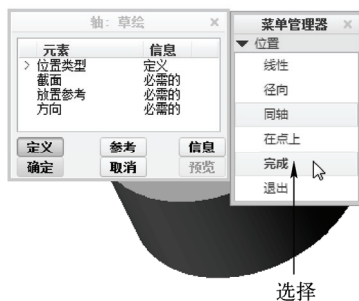

图 8-21 选择相应选项
STEP 02 在功能区选项板的“模型”选项卡中, 单击“高级”面板中的“轴”按钮, 弹出“轴: 草绘”对话框和“位置”菜单管理器, 依次选择“同轴”选项和“完成”选项, 如图 8-21 所示。